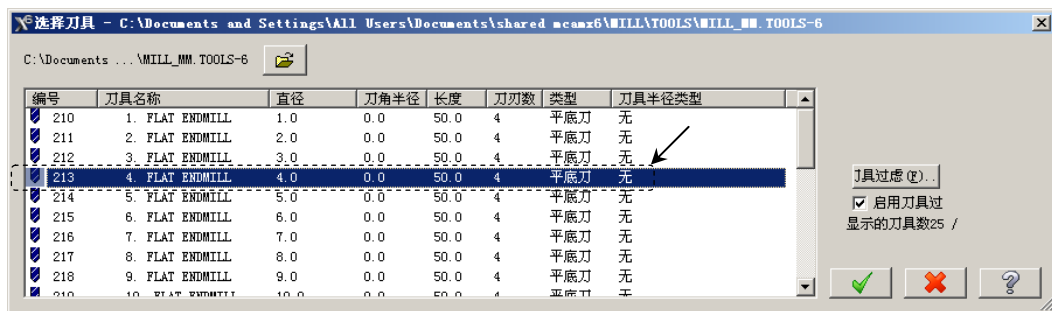

图 9.38 “选择刀具”对话框
Step5. 选择刀具。在“2D 刀具路径-外形铣削”对话框中单击 **选择刀库** 按钮，系统弹出“选择刀具”对话框，在该对话框的列表框中选择图 9.38 所示的刀具。单击 **✓** 按钮，关闭“选择刀具”对话框，系统返回至“2D 刀具路径-外形铣削”对话框。